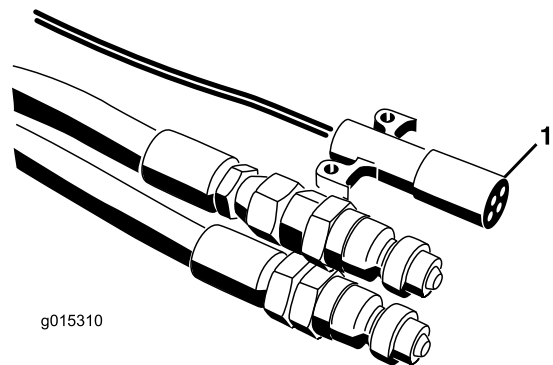
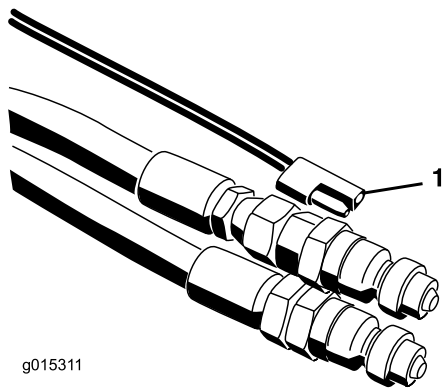

Bild 18
Bild 19
7. Schließen Sie den Kabelbaum an der Zugmaschine an (Bild 18 und Bild 19). Legen Sie das Ein/Aus-Bedienfeld an SH-Modellen in Griffweite vom Fahrersitz. Stellen Sie sicher, dass der Schalter ausgeschaltet ist.